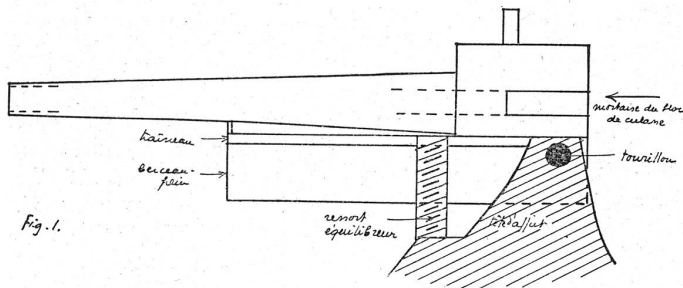

Fig. 1.
*Ressorts équilibrateurs.* Bien que le bloc: bouche à feu, traîneau, berceau, soit en porte à faux prononcé, l'élévation se donne sans efforts ni démultiplication excessive grâce à ces deux ressorts, fortement comprimés lorsque le tube est horizontal. Ils « équilibrent » le poids assez considérable — environ 250 kg — de la masse qui se trouve en avant des tourillons (Fig. 1).